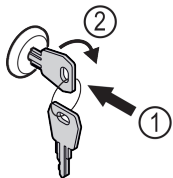

Fig. 129
- ▶ Вставьте ключ Fig. 129 (1).
- ▶ Поверните ключ на 90° по часовой стрелке Fig. 129 (2).